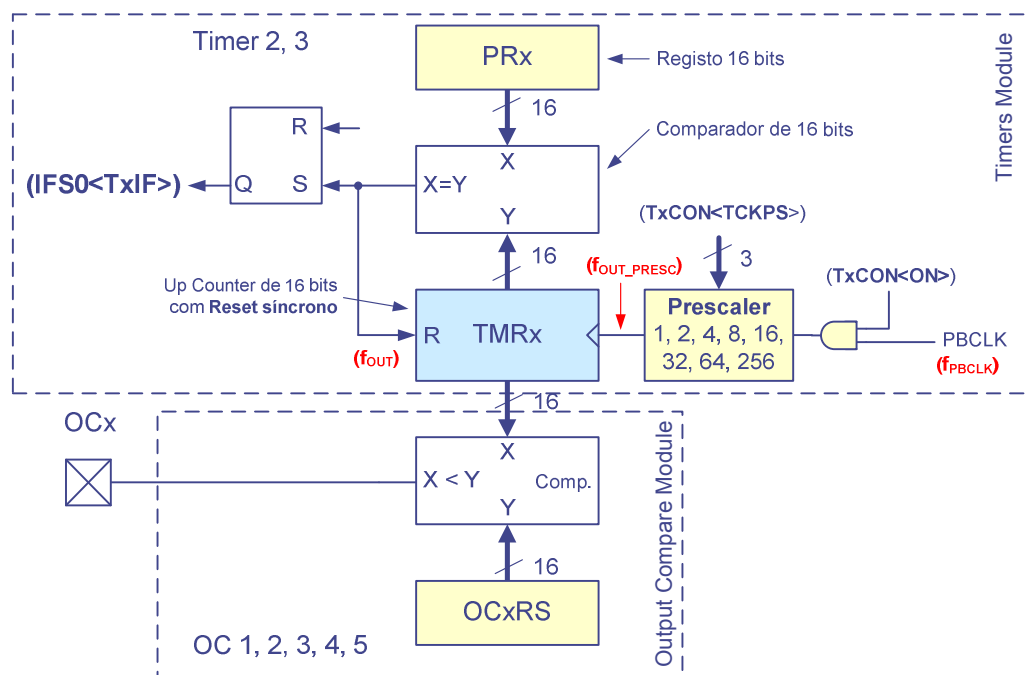

Figura 2. Diagrama de blocos do sistema de geração de sinais PWM.
No PIC32 a geração de sinais PWM é feita usando os *timers* T2 ou T3 e o *Output Compare Module* (OC). A Figura 2 apresenta o diagrama de blocos desse sistema, onde se evidencia a interligação entre o módulo correspondente aos *timers* T2 e T3 e o módulo OC.